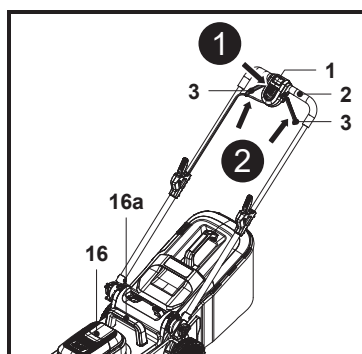

Fig. 17
- Deschide capacul magnetic (15c) și capacul compartimentului pentru acumulator (15), apoi introdu complet acumulatorul (24).
- Închide cu grijă capacul compartimentului pentru acumulator (15).
- Stai în spatele mânerului de prindere (2).
- Ținând apăsat comutatorul de siguranță (1), trage manetele de pornire (3) spre mânerul de prindere (2) și ține-le în poziție (fig. 17, pașii 1 și 2).
- După ce mașina de tuns iarba pornește, eliberează comutatorul de siguranță (1).
- Nivelul efectiv al acumulatorului va fi indicat pe afișajul acestuia (16a) de pe spatele capacului motorului (16).